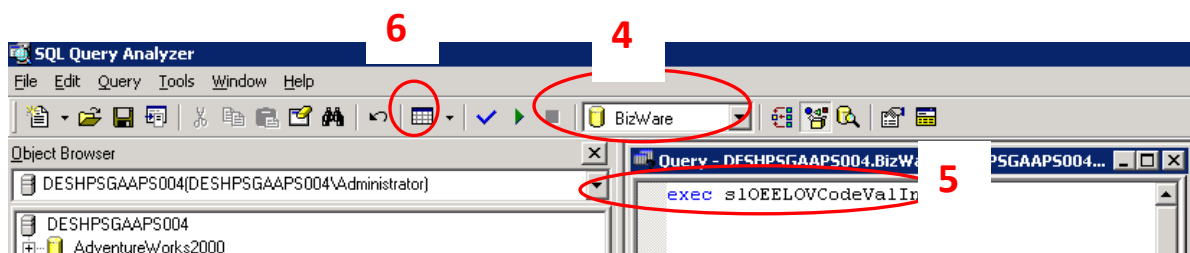

Imagen 18
4. - En la siguiente ventana (**Imagen 18**) Seleccionar **BizWare** en el menú desplegable.